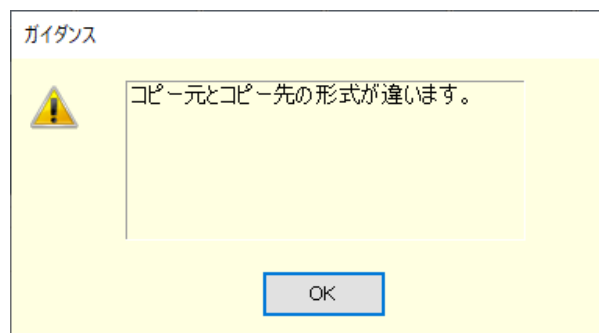

図5-6 データコピーのエラーダイアログ
- 貼り付け先として選択する範囲は、クリップボードにコピーしたときのデータ範囲と、行数と列項目を一致させてください。データ範囲が異なると、図5-6のエラーダイアログが表示されます。